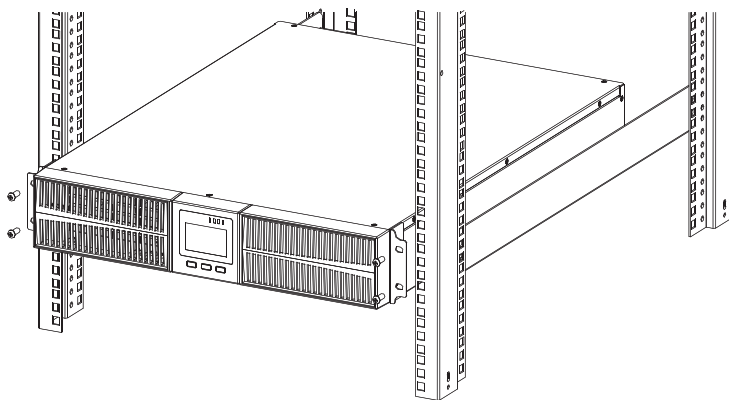

Рисунок 12 – Вариант установки ИБП в стойку
- ИБП устанавливается на монтажный комплект (направляющие) SW900PRO-MKit (в комплект поставки не входит). Установите ИБП на направляющие и зафиксируйте ИБП с фасада винтами к стойке (рисунок 12).